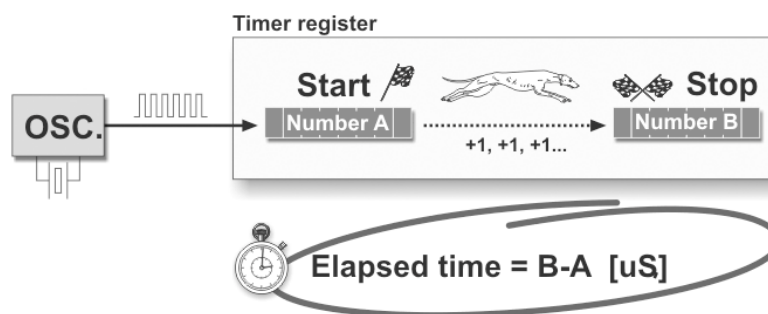

Figura 1 – Operação dos timers internos medindo um intervalo de tempo.
Se for necessário medir o tempo entre dois eventos, por exemplo, basta contar a quantidade de pulsos gerados pelo oscilador no intervalo desejado. Na Figura 1 é mostrado, de forma simplificada, como funciona a medição de intervalos de tempo utilizando um timer interno do microcontrolador. Se o valor armazenado no timer é “Number A” (A) quando se inicia a medição, e “Number B” (B), quando se termina, então, o tempo transcorrido é igual ao resultado da subtração  $B-A$  multiplicado pelo período de oscilação dos pulsos. Por exemplo, quando o oscilador de quartzo funciona a 1 MHz, o contador é incrementado a cada 1  $\mu s$ , e o tempo transcorrido seria calculado como  $(B-A) * 1 \mu s$ .
Na Figura 1, por exemplo, se o *timer* tiver 8 bits, é fácil medir intervalos de tempo de até 256  $\mu$ s. Essa limitação, entretanto, pode ser facilmente superada de diversas maneiras, como por meio do uso de um oscilador mais lento, aplicando-se um divisor ao sinal de clock, usando um *timer* com uma maior quantidade de bits ou usando recursos de interrupção.